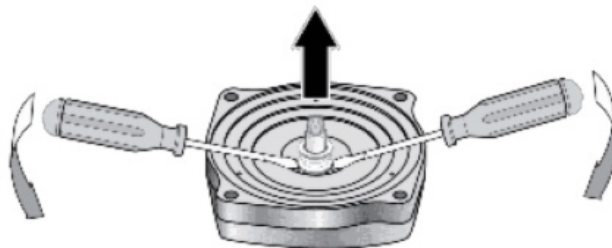

Figure 12 : Retirer le joint d'étanchéité
6. À l'aide de deux tournevis, comme indiqué sur la figure 12, faites levier pour retirer l'ensemble rotatif du joint d'arbre.